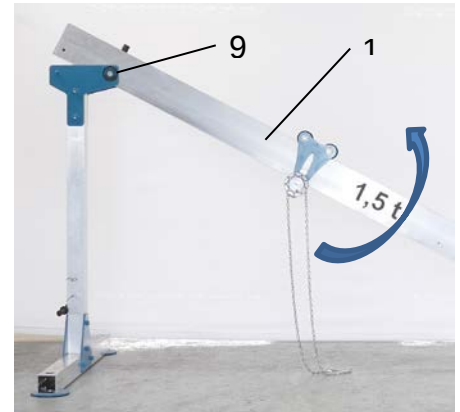

Abb. 5
- Träger (1) in dem Gelenkpunkt (9) mit der Schraube befestigen, nach oben schwenken und auf der rechten Stütze ablegen (Abb. 5, 6).